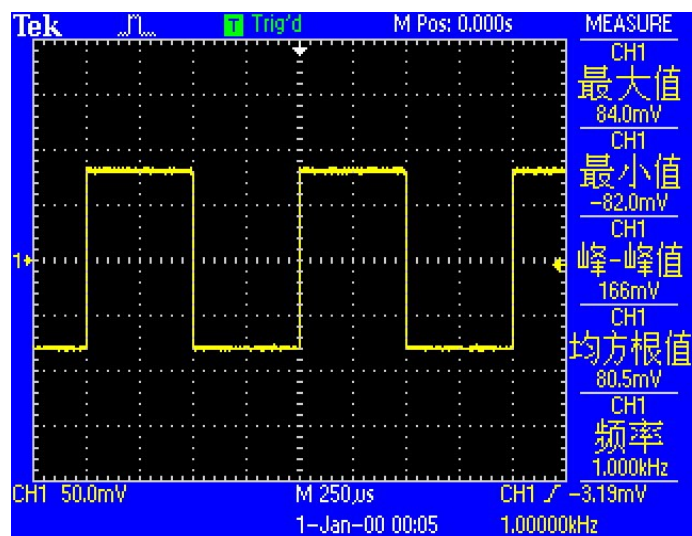

图98. 待测信号参数图
3. 打开函数信号发生器电源,将参数设置为“波形:方波”、“幅值:80 mVrms”、“频率:1 kHz”,待测信号参数如图 98 所示: